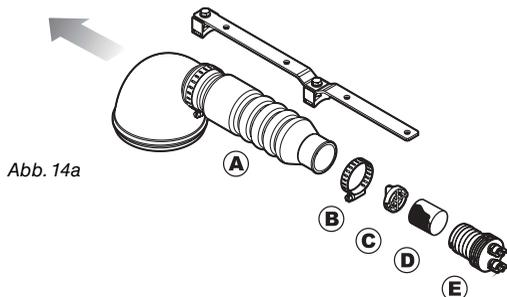

Abb. 14a
- Lockern Sie die Schelle (B) und entfernen Sie dann die Sprühdüse (A). **Nur für waagerechte Schaumerzeuger zutreffend (Abb.14a): Die Schellen vollständig lösen, dann die Sprühdüse in die vom Pfeil angegebene Richtung abziehen.**
- Spülen Sie die Sprühdüse (A) mit klarem Wasser.
- Nehmen Sie das Gitter (C) ab indem Sie es gegen den Uhrzeigersinn drehen.
- Entnehmen Sie den Schwamm (D) aus dem Generator (E).
Um das Bilden eines dichten und lang anhaltenden Schaums gewährleisten zu können, jährlich die Schwämme, Art.-Nr. 520000.160 (D, Abb. 14a + 14b) auswechseln.